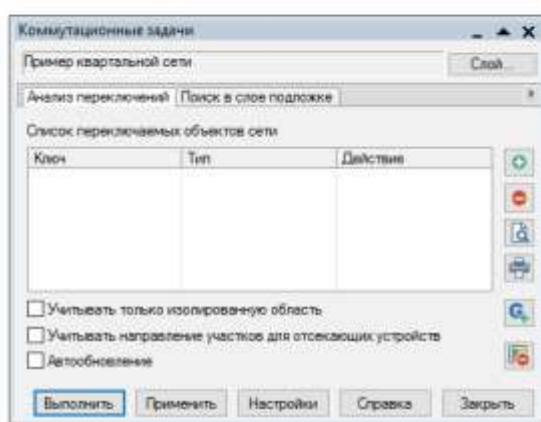

Рисунок 16.2. Диалог «Коммутационные задачи»
1. Выполните команду главного меню **Задачи** | **Коммутационные задачи** или нажмите кнопку  на панели инструментов. Появится диалоговое окно **Коммутационные задачи**, (Рисунок 16.2, «Диалог «Коммутационные задачи»»).